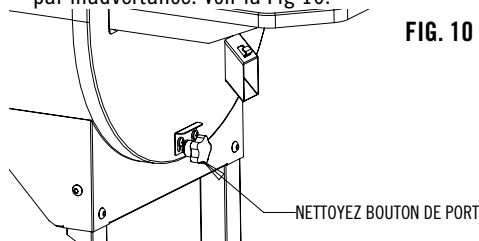

FIG. 10
1. Le bouton de la tige de la zone de nettoyage doit être enfoncé lorsque le barbecue est allumé. S'assurer que le système de blocage de la tige est tiré vers le bas et bloque le bouton afin d'empêcher l'ouverture de la zone de nettoyage par inadvertance. Voir la Fig 10.